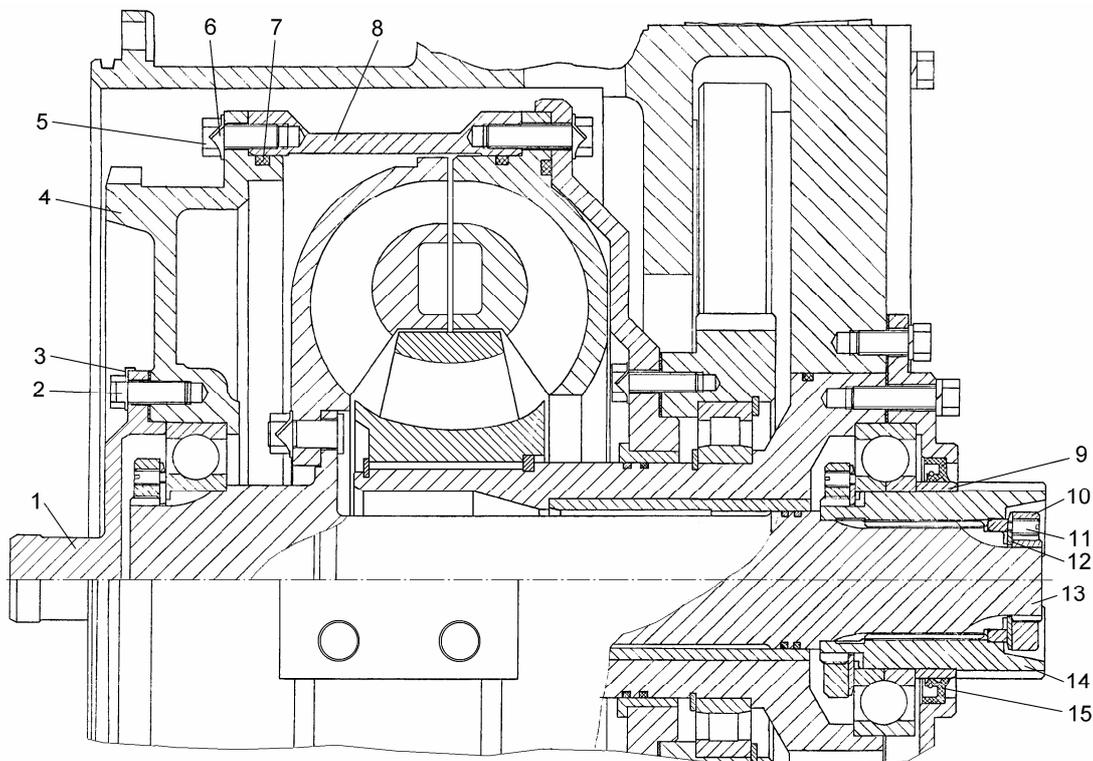

Рис. 37. Гидротрансформатор тракторов Т10М (ЯМЗ), Т12 (продолжение):
2. Вместо опоры 1 (рис. 29) и корпуса 2 установлены опора 1 (рис. 37), корпусы 4 и 8, соединенные болтами с отгибными шайбами. Центрирование ГТР с маховиком дизеля осуществляется с помощью центрирующего шипа опоры. Конструкция фланца, соединяющего ГТР с дизелем, изменена.